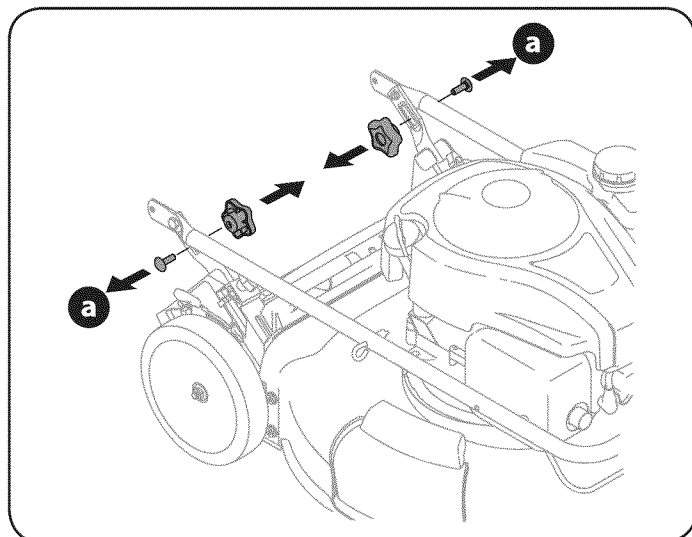

Figura 1
- a. Quite los tornillos y tuercas de mariposa transporte desde el mango como se muestra en la Figura 1. No afloje o quite adyacentes tornillos de cabeza hexagonal.